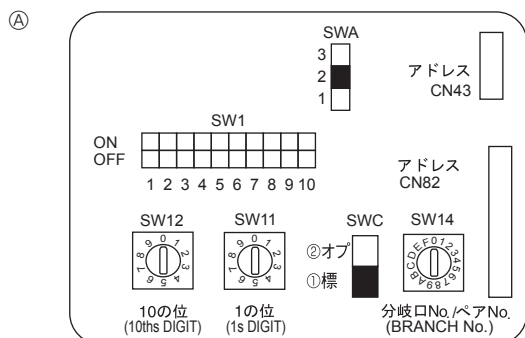

Fig. 6-6
6.4. Configuración de las direcciones (Fig. 6-6)
6.5. Ajuste del interruptor según la altura del techo (Fig. 6-6)
6.6. Captar la temperatura de la sala con el sensor incorporado en el mando a distancia (Fig.6-6)